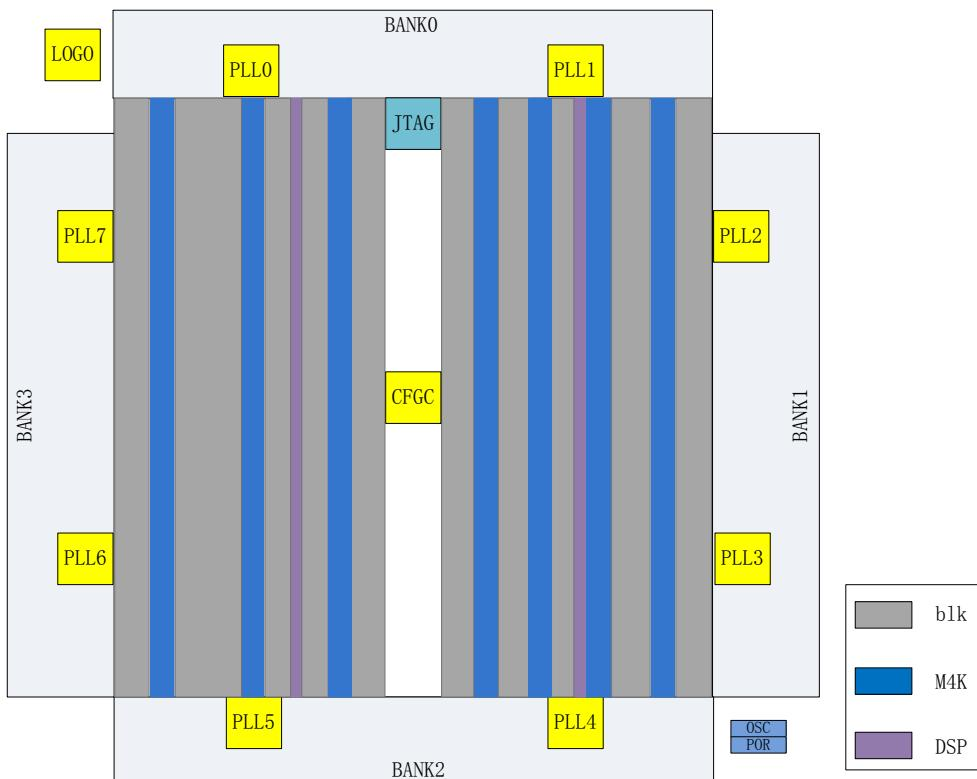

图 1 EQ6HL45 整体结构示意图
EQ6HL45 的可编程结构主要由以下几个功能模块部分构成: 逻辑阵列模块 (LC)、内部互联资源、可编程 IO 单元 (以下简称 IOE)、PLL、DSP 和嵌入式存储器等, 如图 1 所示。